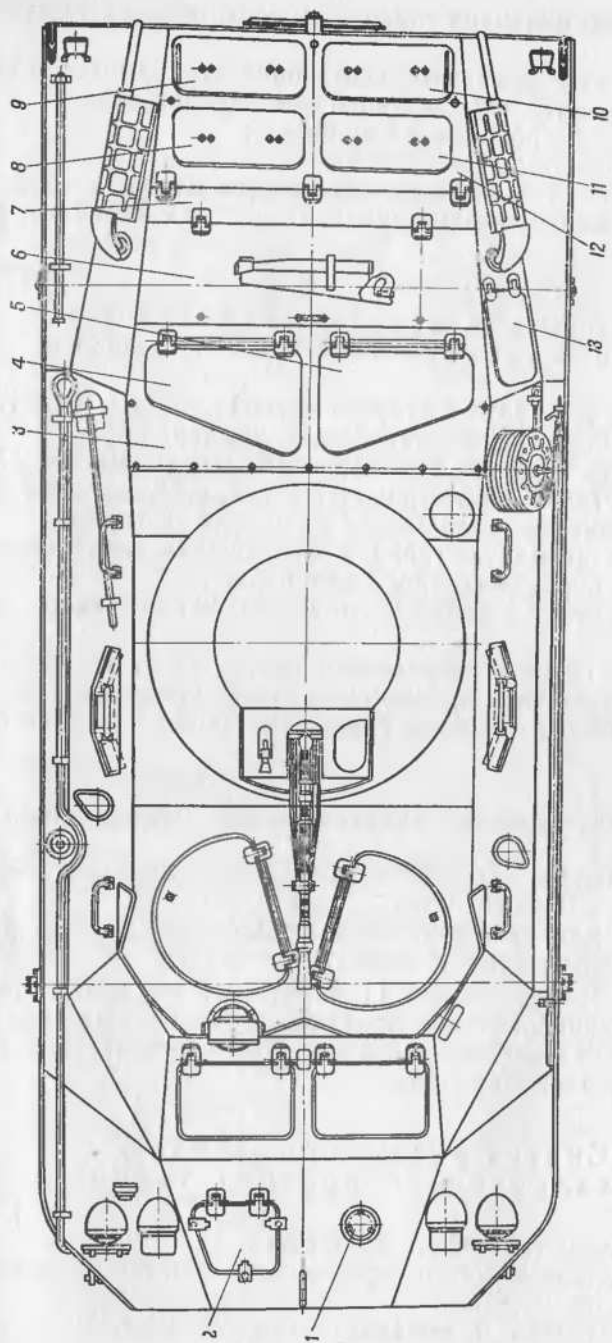

Рис. 17. Расположение люков сверху машины:
1. Вывернуть три болта и открыть крышку люка 1 (рис. 17) на носовом листе над главным тормозным цилиндром.